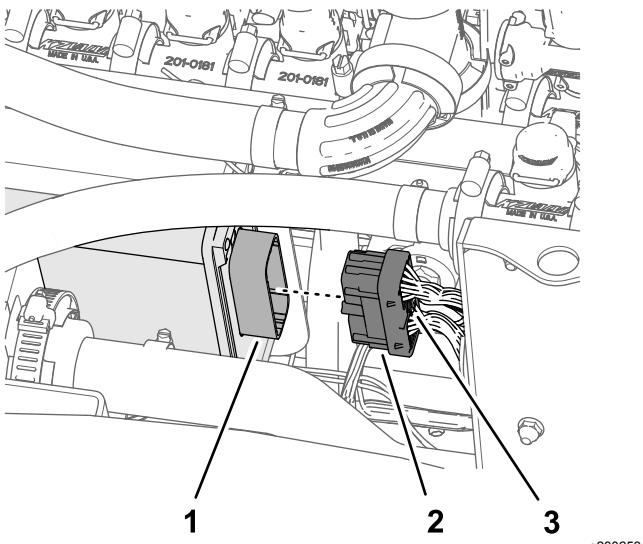

Figure 134
2. Branchez le connecteur à 40 douilles de la branche de 102 cm du faisceau du kit au connecteur à 40 broches si le contrôleur ASC 10 est monté (Figure 134).
- Vissez à la main la vis à oreilles du connecteur à 40 douilles dans le connecteur de l'ASC 10 (Figure 134).